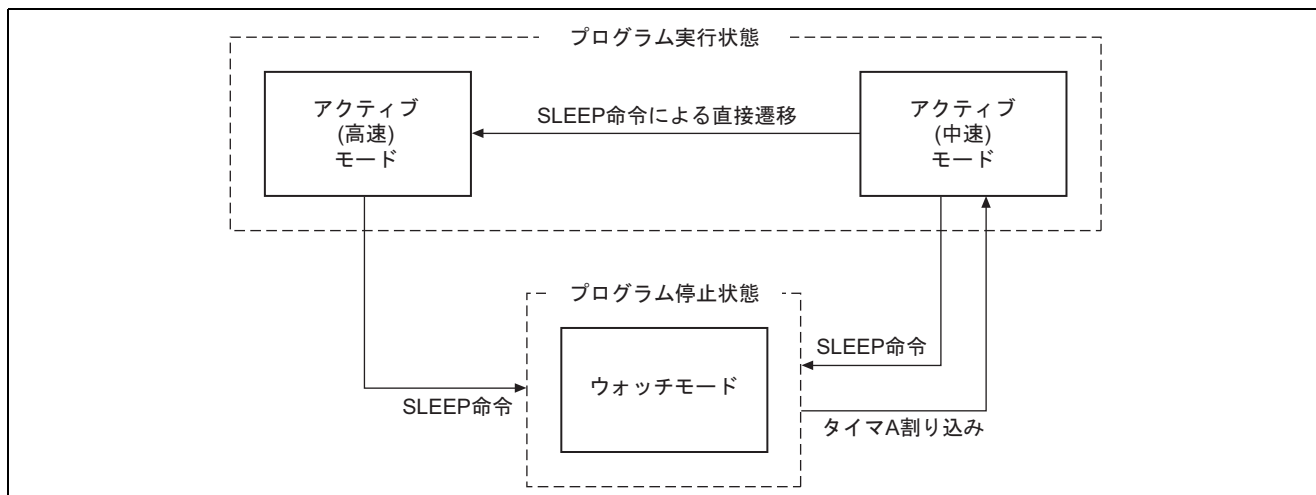

図1 アクティブ(中速)モードへの遷移におけるモード遷移図
- (1) 本タスク例では、低消費電力モードのアクティブ(中速)モードへの遷移を行ないます。図 1 にアクティブ(中速)モードへのモード遷移図を示します。以下にアクティブ(中速)モードの機能の説明を示します。